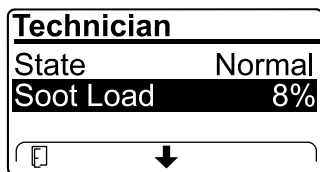

Рисунок 10
- Посмотрите объем сажи, измеряемый в виде процентов в DPF (Рисунок 10); см. таблицу объема сажи.